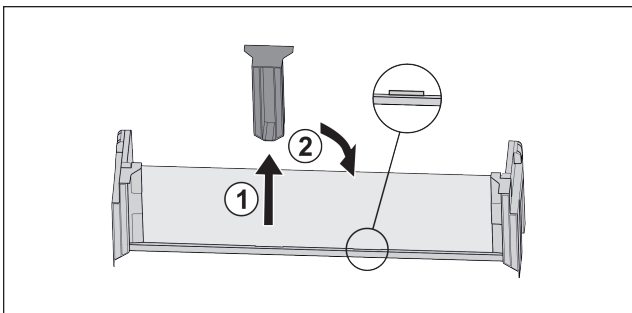

Fig. 90
- ▶ Mittleres Halteteil abziehen Fig. 90 (1).
- ▶ Mittleres Halteteil auf zweiter Position einsetzen Fig. 90 (2).